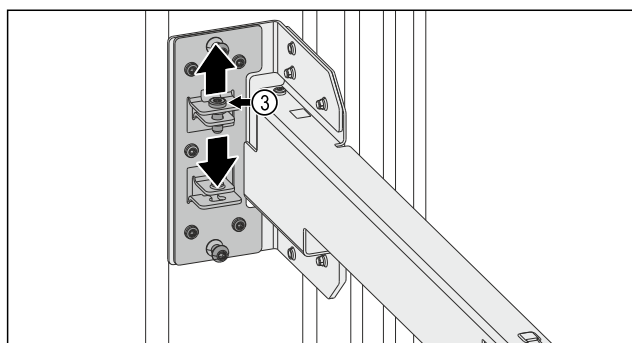

Fig. 14
- ▶ Oldja ki a csavart Fig. 14 (3).
- ▶ Húzza meg a csavart Fig. 14 (3).